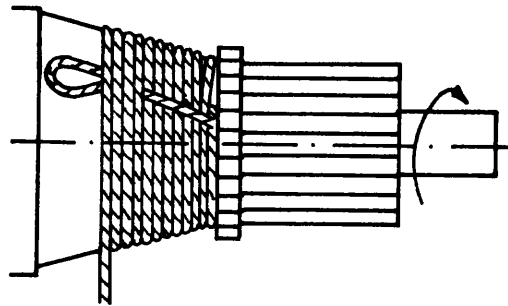

Fig.4
- b Doble el extremo libre del cordel formando un bucle (fig.4).